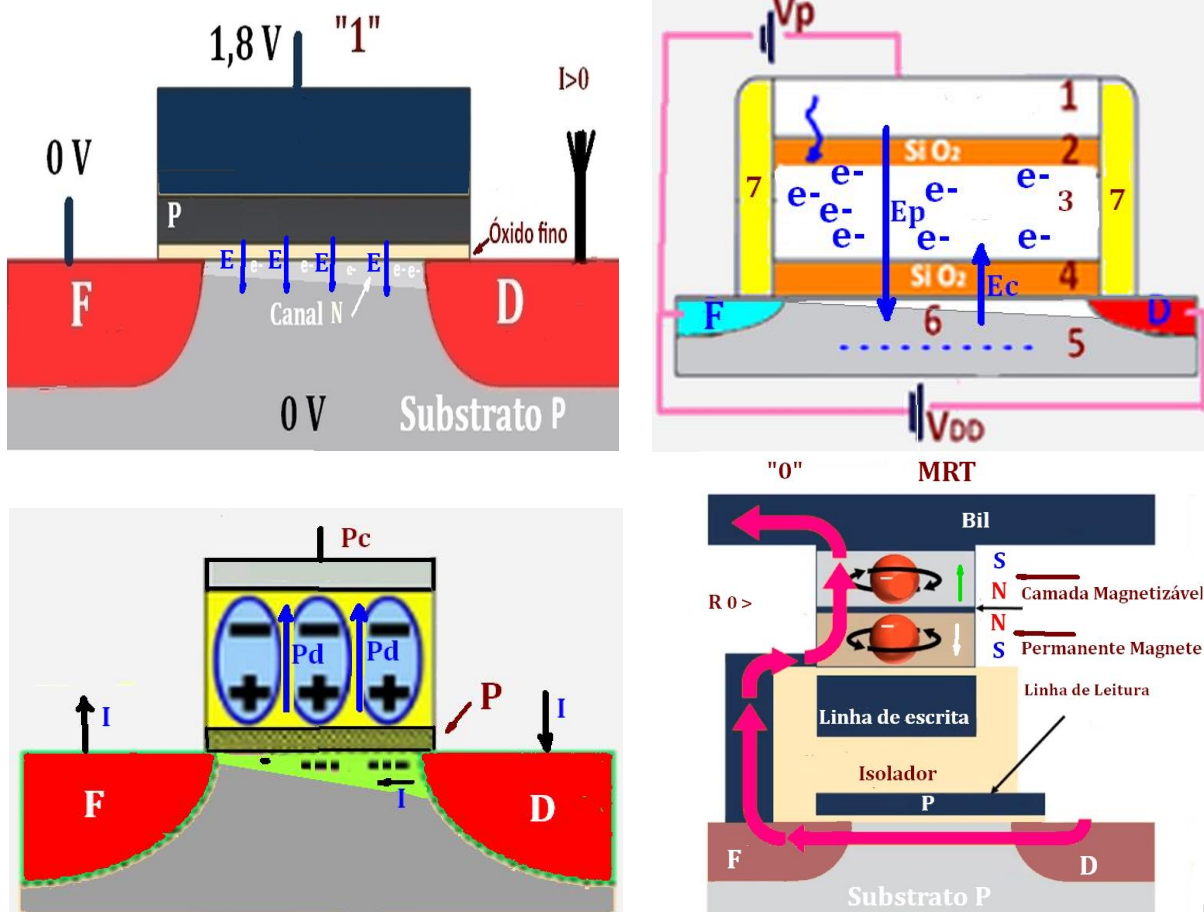

Fig. 7 – MOSFETs : Transistor convencional; MOSFET de porta flutuante; MOSFET de polarização dielétrica e MOSFET magneto-resistivo.
Na Fig. 7, pode ver-se a estrutura simplificada de um transistor de porta flutuante. O condutor 3 da figura pode ser eletrizado por um campo elétrico elevado resultante de V_p e colocar cargas elétricas na porta flutuante (3) que influencia a realização do canal (6) de ligação entre a fonte (source) S e o dreno D. A passagem das cargas pelo isolador óxido fino 2 dá-se por tunelamento microscópico ou por injeção de elétrons “quentes”. Depois, quando V_p for anulado, os elétrons ficam retidos na porta flutuante onde permanecerão durante um tempo muito longo. De acordo com a carga elétrica armazenada na porta flutuante, esta define o valor do campo elétrico estático para o canal que vai controlar a passagem de elétrons entre a Fonte, S, e o Dreno, D, quando se estabelecer uma tensão elétrica entre D e S. Desligando todas as fontes de tensão, a carga armazenada fica retida na porta flutuante, influenciando o futuro estado de condução do transistor, construindo uma memória permanente de carga – uma espécie de gaiola eletrostática de carga.